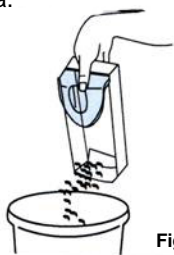

Fig. 12
2. Vacíe el contenido del recipiente para la tierra. (Fig. 12) Si lo desea, puede enjuagarlo con agua, pero debe **secarlo completamente** antes de colocarlo nuevamente en la barredora.